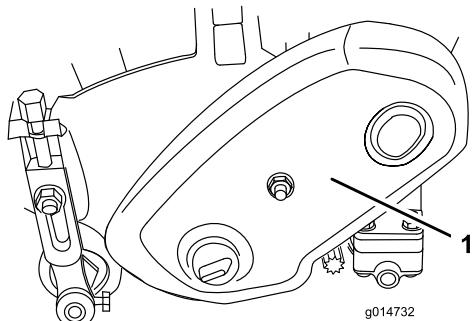

図 36
1. ベルト・カバー取り付けネジ（図 36）を外してベルトを露出させる。